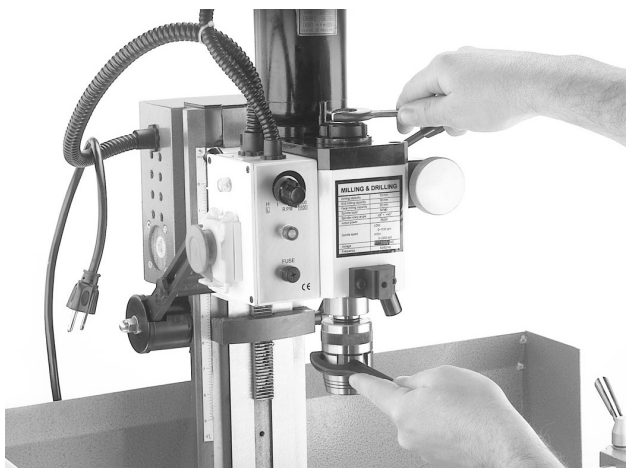

Fig. 12 Installering af valgfri patron
10. Hold patronen på plads med hjælp af fastnøgle og spænd sekskantmøtrik på spændingsbolten til den sidder stramt. Se **fig. 12**. **SPÆND IKKE** sekskantmøtrik for meget ellers bliver det svært at tage patronen væk fra spindelkonus.